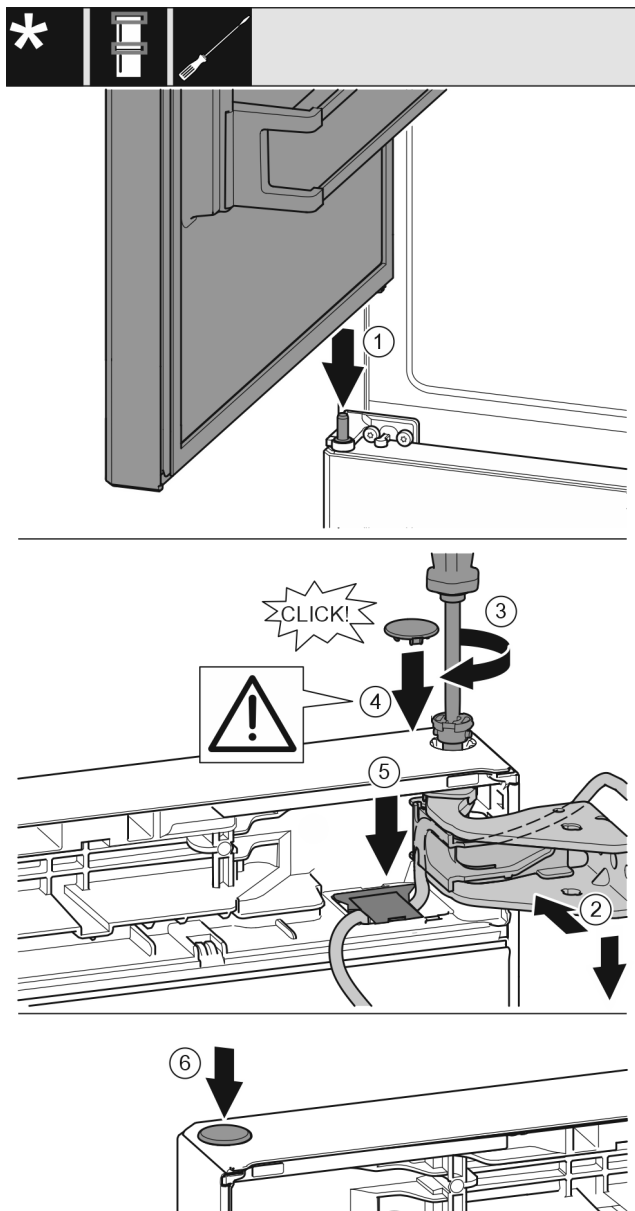

Fig. 42
- ▶ Horní dveře usadíte na prostředním ložiskovém čepu Fig. 42 (1)
- ▶ Dveře nahoře vyrovnejte s otvorem ve stojanu ložiska. Fig. 42 (2)
- ▶ Vložte čep a pevně jej utáhněte šroubovákem T15. Fig. 42 (3)
- ▶ K zajištění dveří namontujte bezpečnostní kryt: Bezpečnostní kryt nasadíte a zkontrolujete, zda přiléhá na dveře. V opačném případě čep zcela zasuňte. Fig. 42 (4)
- ▶ Vložte kryt a zatlačte jej směrem dolů, dokud nezacvakne. Fig. 42 (5)
- ▶ Vložte zátku. Fig. 42 (6)